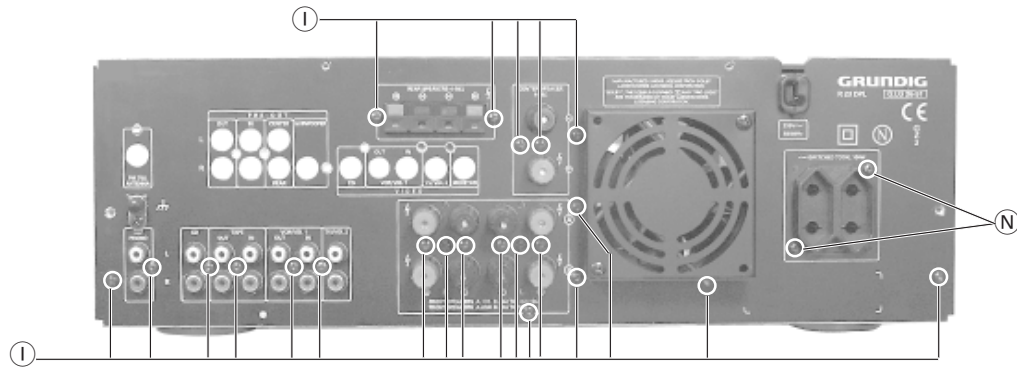
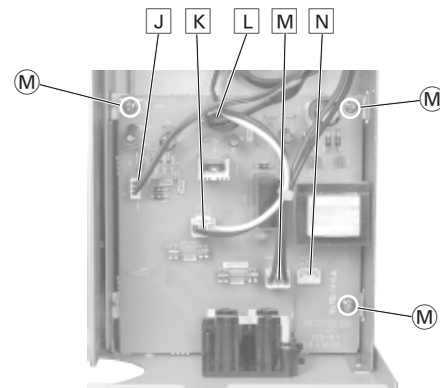

Fig. 8
Fig. 11
- 3 Schrauben ⑦ (Fig. 11) und 2 Schrauben ⑧ (Fig. 8) herausdrehen.
- Bei Bedarf die Leitungen ⑨, ⑩, ⑪, ⑫ und ⑬ lösen (Fig. 11).
- Undo 3 screws ⑦ (Fig. 11) and 2 screws ⑧ (Fig. 8).
- If necessary loosen the leads ⑨, ⑩, ⑪, ⑫ and ⑬ (Fig. 11).